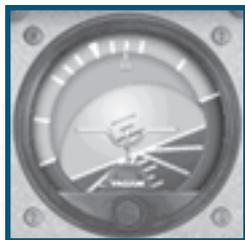

Figure 13-5
1. Entrez dans un virage à 20 degrés d'inclinaison sur la droite, et cabrez simultanément pour atteindre l'assiette de montée (Figure 13-5).